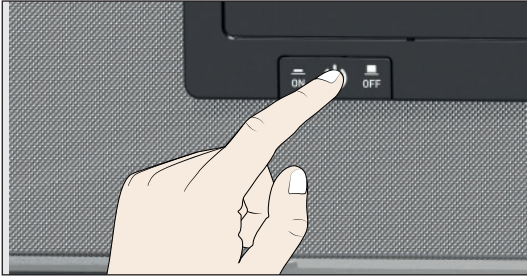

Abb. 22 Gerät einschalten
3. VOcool einschalten; dazu den Hauptschalter auf der Gerätevorderseite eindrücken (Abb. 22).